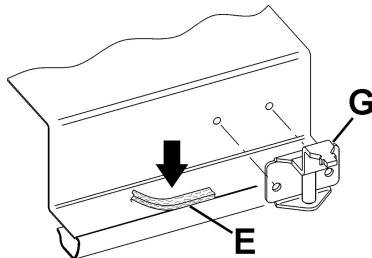

FIG. 6
- Extraiga las sujetaciones "G" del paquete e instálelas tal como se muestra en el diagrama de la fig. 6.
- Coloque la junta "E" (fig. 6) en su posición correcta por debajo del borde de la encimera de forma que la parte exterior de la junta encaje perfectamente con el perímetro externo de la